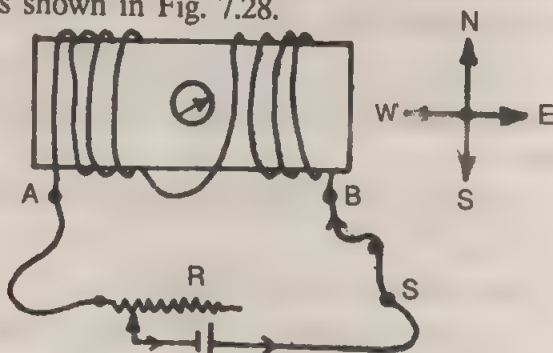

Fig. 7.28.
19. In the apparatus shown in Fig. 7.28.